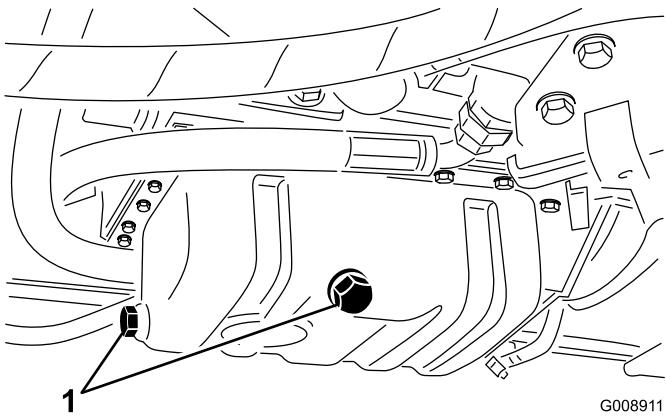

**Bild 60**
4. Entfernen und wechseln Sie den Hauptfilter aus (Bild 60).